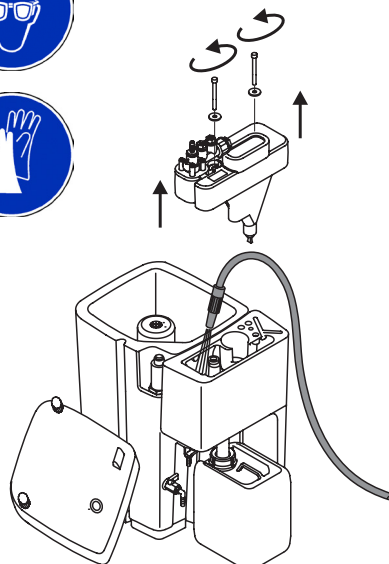

Fig. 1
- Wasser in Vorabscheider einfüllen (Fig. 1)